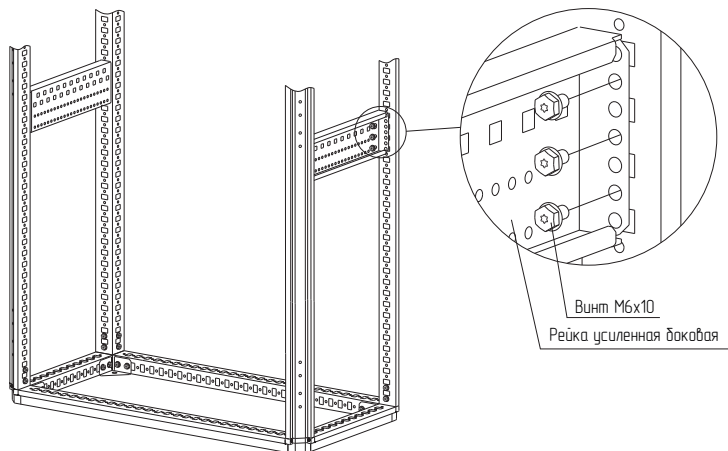

Рисунок 38
4.21.2 Установить рейку усиленную боковую на необходимую высоту и закрепить винтами с самонарезающей резьбой М6×10 (рисунок 38). Момент затяжки – 7 Н·м.